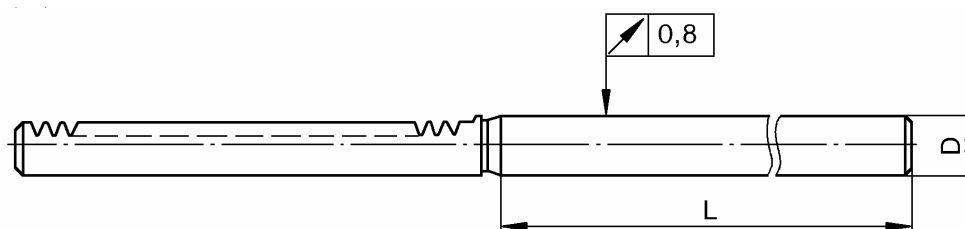

Рис.17.
4.2.11 Рейка 2108-3401068 рулевого механизма, рис.17.